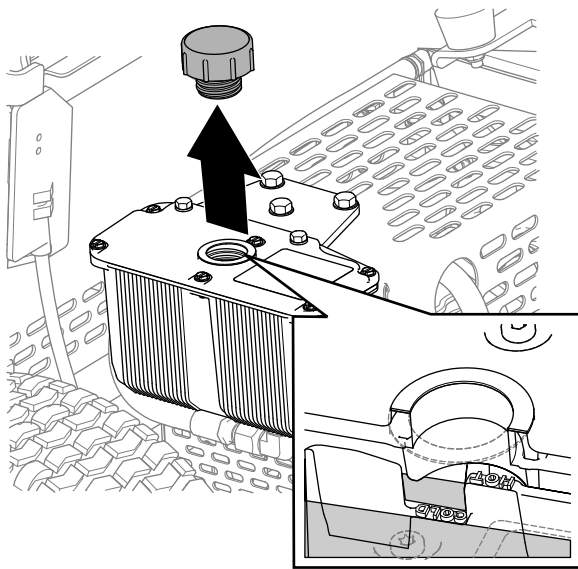

Bild 36
3. Entfernen Sie den Deckel, und kontrollieren Sie den Hydraulikölstand im Behälter (Bild 36).